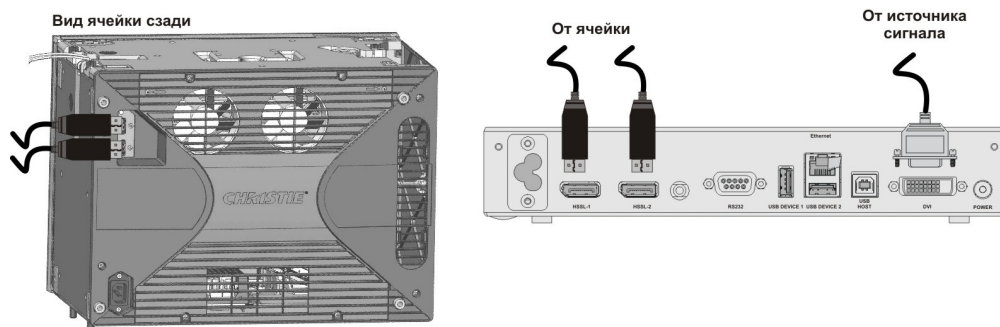

Рис. 2-16 Подключение источников сигнала
1. Подключите выход DVI-D от источника видеосигнала (например, видеоплеера) ко входу DVI-D модуля управления (**Рис. 2-16**).